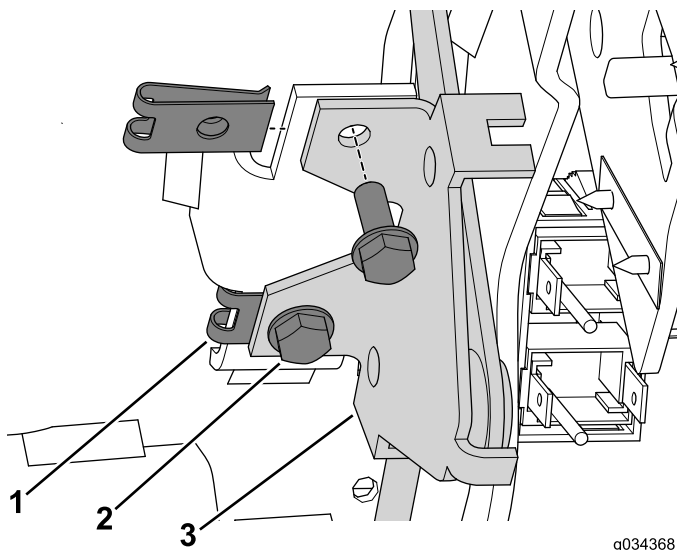

Figura 19
3. Montate i fermagli delle piastrine per viti autofilettanti sul supporto del gruppo console (Figura 19).
4. Utilizzate i 2 bulloni (n. 10 x 1/2 poll.) per fissare il gruppo della leva dello starter alla console (Figura 19).